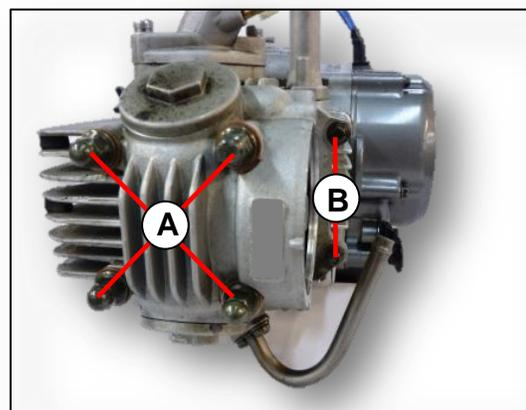

Fig. 5.119
5. Instale la cadenilla de distribución, piñón de la cadenilla, el tornillo del piñón de distribución. **Fig. 5.119**